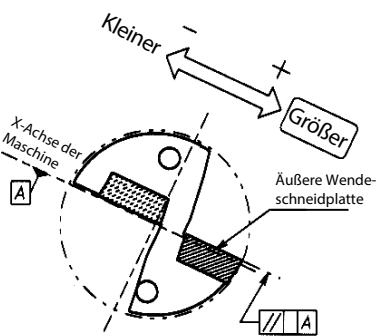
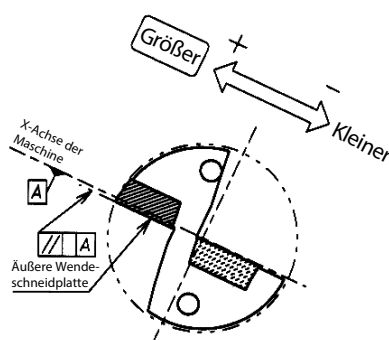
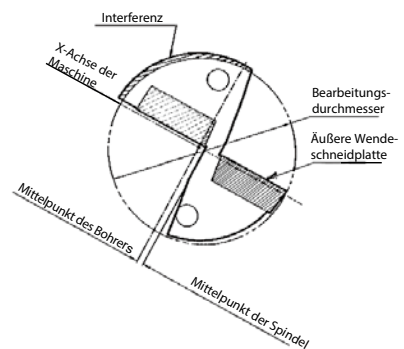

Abb. 2 Äußere Wendeschneidplatte weist nach oben
Abb. 3 Äußere Wendeschneidplatte weist nach unten
Abb. 4 Übermäßiger Versatz (für kleinere Bohrdurchmesser)
5. Die obere Schraube nur so fest anziehen, dass die Hülse nicht beschädigt wird. (Abb. 2)
1. Die meisten Probleme bei Drehautomaten sind auf Abweichungen der Zentrums­einstellung zurückzuführen. Die Zentrums­einstellung ist angemessen, wenn im Bohrungsgrund ein Kern von etwa 0,5 mm verbleibt. (Abb. 3)
2. Den Bohrer mit der äußeren Wendeschneidplatte parallel zur X-Achse des Revolvers einstellen. (Abb. 4)
2. Um den Bearbeitungsdurchmesser zu vergrößern, das Werkzeug entlang der X-Achse in Richtung äußere Wendeschneidplatte verschieben. (Abb. 2, Abb. 3) Um den Bearbeitungsdurchmesser zu verkleinern, das Werkzeug in die entgegengesetzte Richtung verschieben. (Dieses Verschieben entlang der Achse wird als Versatz bezeichnet.) Sicherstellen dass der Bearbeitungsdurchmesser höchstens 0,2 mm kleiner eingestellt wird als der Bohrerdurchmesser. Ansonsten verschleißt der Bohrer mit der Bohrung. (Abb. 4) Beispiel: Bei einem Bohrerdurchmesser von 20 mm darf der Bohrungsdurchmesser nicht kleiner als 19,8 mm eingestellt werden.